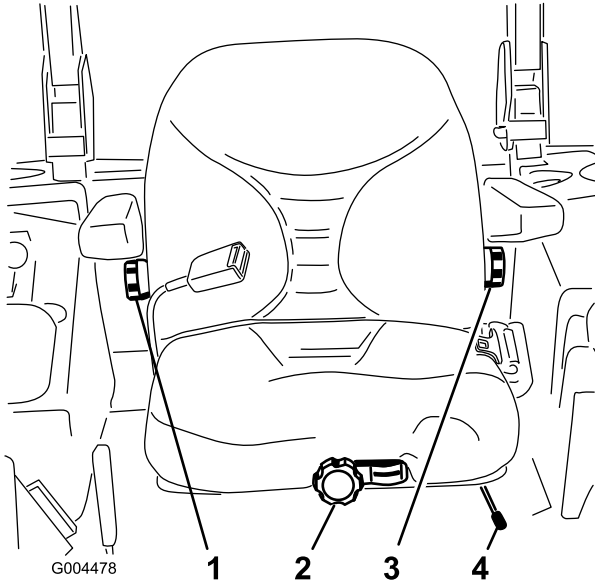

Figura 33
1. Mueva la palanca lateralmente para desbloquear el asiento (Figura 33).
Sin sentarse en el asiento, gire el pomo situado en la parte delantera en cualquier sentido hasta encontrar la posición más cómoda (Figura 33).
Para ajustarlo, gire el pomo situado debajo del reposabrazos derecho en cualquier sentido hasta encontrar la posición más cómoda (Figura 33).
Para ajustarlo, gire el pomo situado debajo del reposabrazos izquierdo en cualquier sentido hasta encontrar la posición más cómoda (Figura 33).